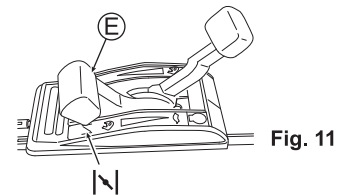

Fig. 11
3. Coloque a alavanca do acelerador (E) na posição de "N". (Veja a fig. 11) (O motor pode ser acionado com a alavanca em "N" quando está quente.)